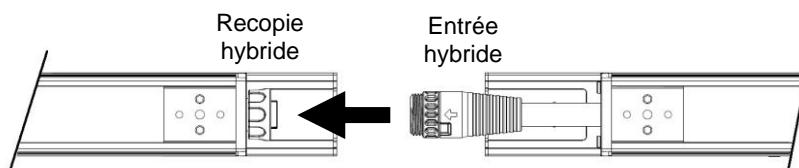

Figure 5. Interconnexion de deux appareils
- Directement, avec la queue de câble d'un appareil dans le connecteur de l'autre (voir Figure 5) ou
- Voir Figure 5. Raccordez le connecteur de recopie d'un appareil à la queue de l'appareil suivant soit directement, soit avec un câble hybride disponible chez Martin.